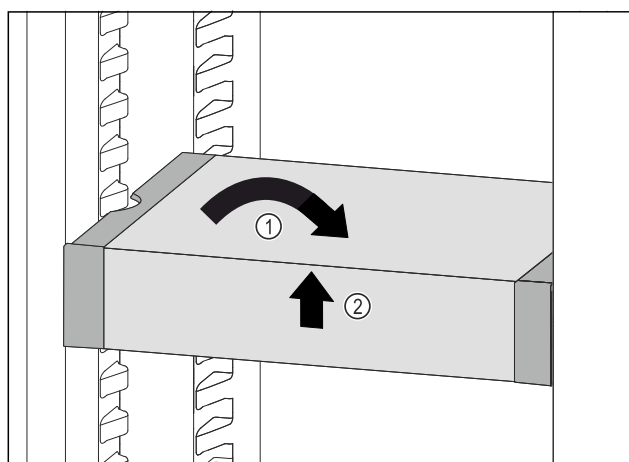

Fig. 88
- Ställ VarioSafe rakt. Fig. 88 (1)
- Lyft VarioSafe framåt. Fig. 88 (2)